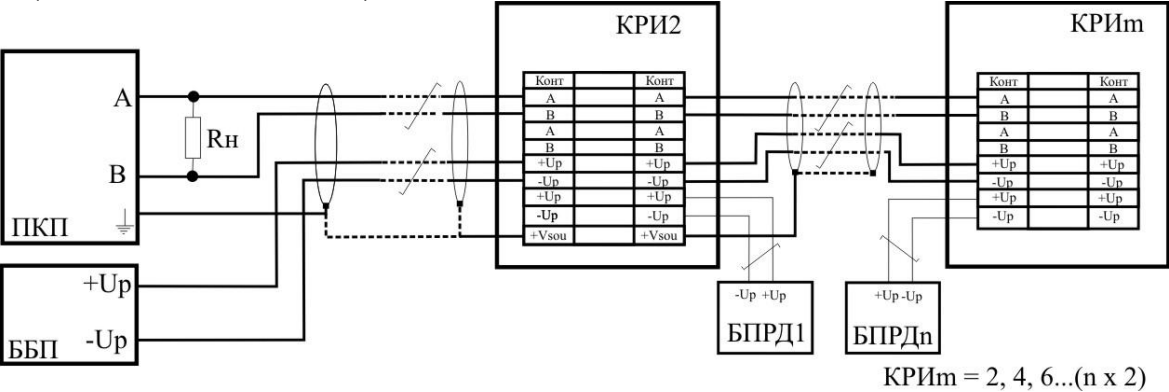
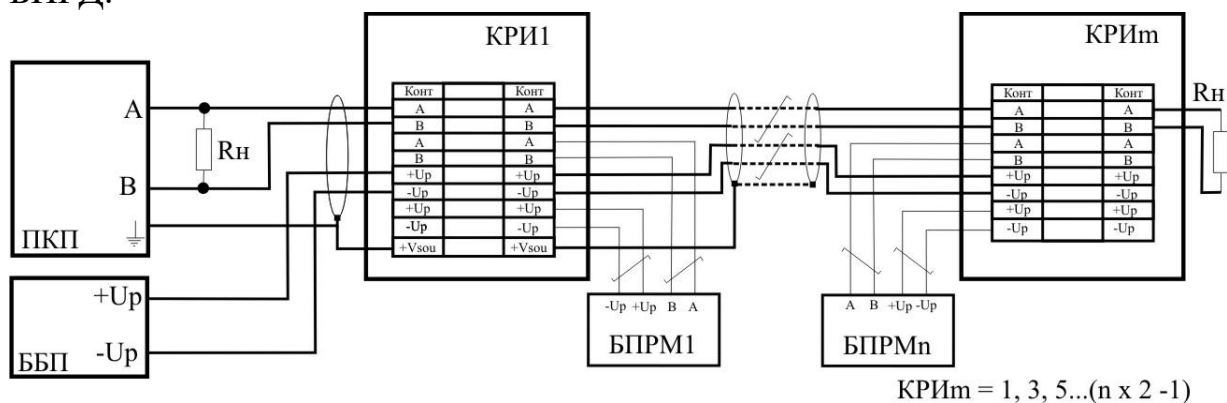

Рис. 10.3
Рис.10.4
10.6.2 **Кабель БПРД** подключить к зажимам КРИ (КССТ-1, КССТ-2, КС-1, КС-2 или др.) в соответствии с маркировкой, рис.10.3 и табл. 10.3. (табл. 10.4 для модификации «С»). На КРИ последнего БПРД можно не подключать линию связи RS-485 (контакты «А» и «В»).
10.6.3 **Кабель БПРМ** подключить* к зажимам КРИ * в соответствии с маркировкой на КРИ (КССТ-1, КССТ-2, КС-1, КС-2), рис. 10.4 и в табл. 10.5 (в табл. 10.6 для модификации «С»). На рис. 10.3 показаны только подключения БПРМ, начиная с первого. Необходимо учитывать, что БПРМ, как правило, чередуются с БПРД.